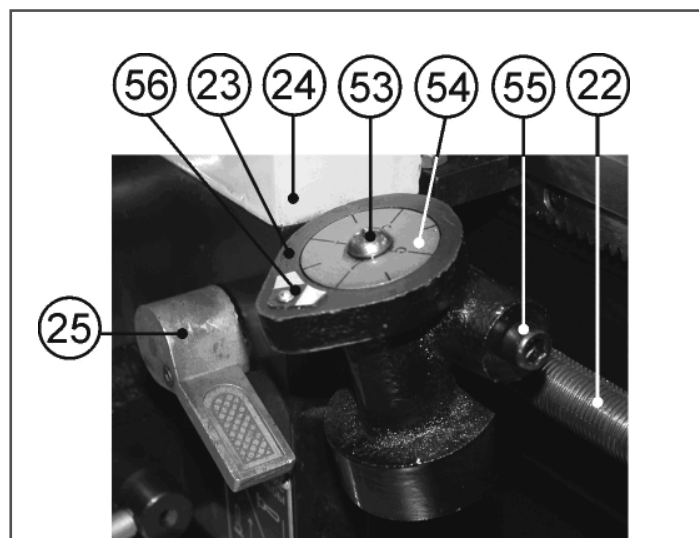
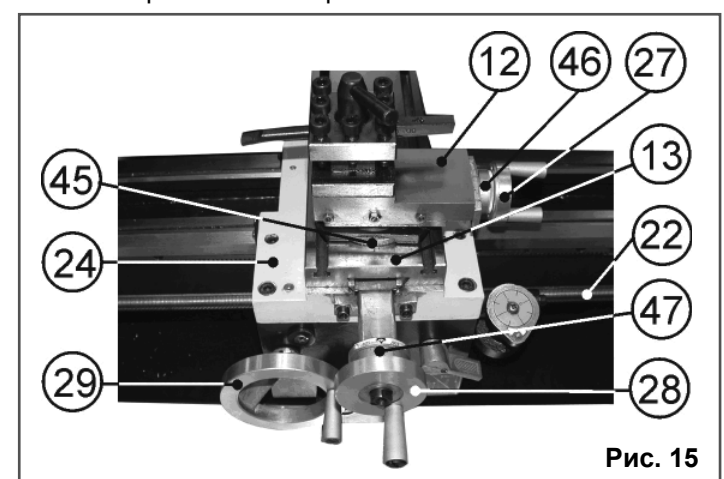

Рис. 20
Рис. 15
10.8.6. Маховиком подачи поперечного суппорта (28), Рис. 2, установите глубину резания, не превышая 0,2 мм за один проход. Опустите вниз ручку управления разъемной гайкой ходового винта (25) и начните нарезание резьбы, Рис. 20.
10.8.7. По мере приближения резца к концу резьбы, отведите резец, используя маховик подачи поперечного суппорта (28), Рис. 15. Поднимите вверх ручку управления разъемной гайкой ходового винта (25), Рис. 20. Вращая маховик ручной подачи каретки (29), Рис. 15, отведите каретку назад к началу нарезания резьбы. Наблюдайте за вращающимся диском (54) индикатора нарезания резьбы (23). По мере совмещения метки (56) на корпусе индикатора нарезания резьбы (23) и ранее выбранного вами по таблице 5 числа индикаторного диска (54), резко опустите вниз ручку управления разъемной гайкой ходового винта (25) и начните нарезание резьбы. Повторяйте цикл нарезания резьбы до окончательных размеров.
10.3. Точение (Рис. 15)
10.3.1. Установка и подача резца в продольном направлении станины (20) станка, Рис. 2, производится вращением маховика ручной подачи каретки (29), Рис. 15.
10.3.2. Точная установка и подача резца в продольном направлении производится маховиком подачи (27) поворотного суппорта (12), установленного параллельно ходовому винту подачи каретки (22), что соответствует совмещению метки на поперечном суппорте (13) и нулевой отметки шкалы (45) поворотного суппорта (12), Рис. 15.
10.3.3. Расстояние прохождения резца контролируется по шкале лимба (46), (1 деление = 0,025 мм), Рис. 15.
10.3.4. Установка и подача резца в поперечном направлении (установка глубины точения, торцевое точение) производится вращением маховика подачи поперечного суппорта (28), Рис. 15.
10.3.5. Глубина подачи резца в поперечном направлении контролируется по шкале лимба (47). При этом, глубина точения за один проход не должна превышать 0,3 мм (1 деление лимба=0,025 мм), Рис. 15.
10.3.9. Обнуление лимбов (46, 47) поперечного и поворотного суппортов производится вращением от руки соответствующего лимба до совмещения рисок нулевых отметок, Рис. 15.
10.7.8. По мере приближения резца к концу нарезаемой резьбы отведите резец (35), используя маховик подачи поперечного суппорта (28), п.10.3., Рис. 15, а переключателем направления вращения шпинделя (6), Рис. 14, включите в обратном направлении. **Не переключайте ручку управления разъёмной гайкой ходового винта (25) при выполнении операции нарезания резьбы до конца изготовления резьбы, Рис. 20.**